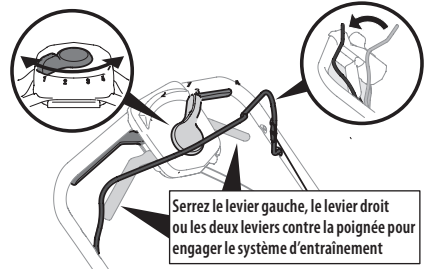

Figure 35
1. Lorsque le moteur est en marche, maintenez la commande de la lame engagée, puis serrez un levier ou les deux leviers de la commande d'entraînement contre la poignée supérieure pour faire avancer la tondeuse (Figure 35).